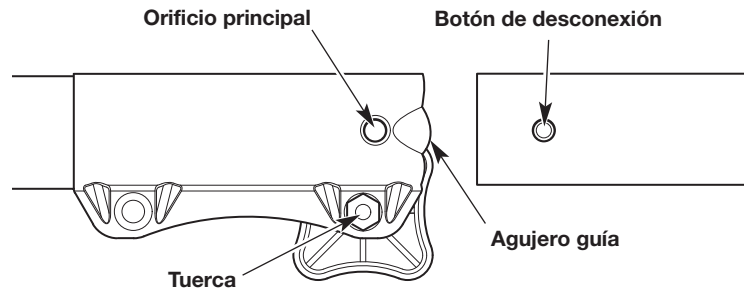

Fig. 5
4. Alinee el botón de liberación con el embutimiento de la guía (Fig. 5).
5. Presione el accesorio directamente dentro del acoplador hasta que el botón de liberación encaje a presión firmemente del orificio principal (Fig. 5).
NOTA: No ajuste la tuerca (Fig. 5).
3. Oprima y mantenga apretado el botón de liberación (Fig. 5).